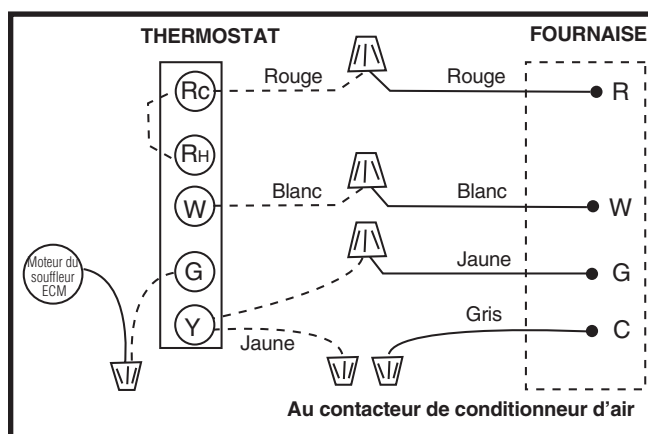
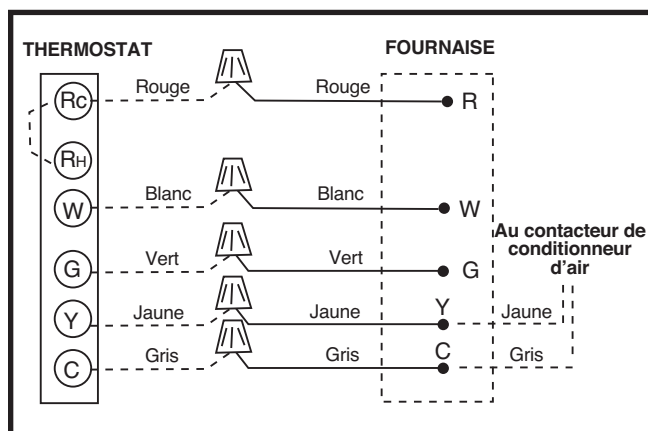

Figure 26. Câblage du thermostat pour les panneaux de commande Nordyne/UTEC
Figure 27. Câblage du thermostat pour les panneaux de commande Emerson/Copeland
Il faut maintenir la polarité de tension de ligne appropriée afin que le système de commande fonctionne correctement. Vérifiez que la ligne neutre entrante est raccordée au fil blanc et que la ligne sous tension entrante est connectée au fil noir. La fournaise ne fonctionne pas si la polarité et la mise à la terre sont mal branchées, comme indiqué dans la Figure 26 et Figure 27 \(page 14\).
- Branchez les fils du thermostat aux bornes basse tension du fournaise (selon l'application à l'installation). Consultez la Figure 26 et Figure 27 \(page 14\). **REMARQUE :** Si le conditionneur d'air est installé avec la fournaise, une connexion en Y doit être faite à la fournaise. Consultez la Figure 33 \(page 27\) et Figure 34 \(page 28\).